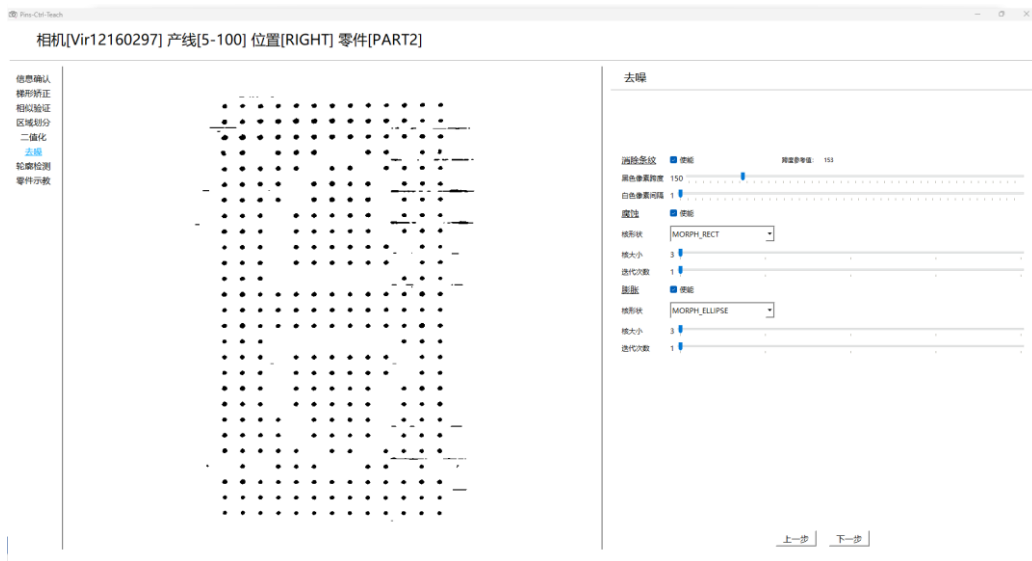

图 2.8.6 去噪界面
e) 去噪：去噪界面如图 2.8.6 所示。分别调整滑块，尽量只保留黑色圆形。点击“下一步”按钮。